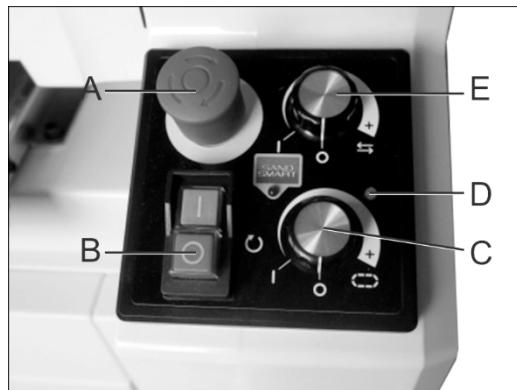

Figure 9-1: Panneau de commande
2. Déverrouillez l'arrêt d'urgence (A, Figure 9-1) en tournant le bouton rouge dans le sens des aiguilles d'une montre ou en tirant vers le haut.
La ponceuse peut être utilisée avec ou sans oscillation. Le bouton supérieur (E, Fig. 9-1) active le mode oscillation.